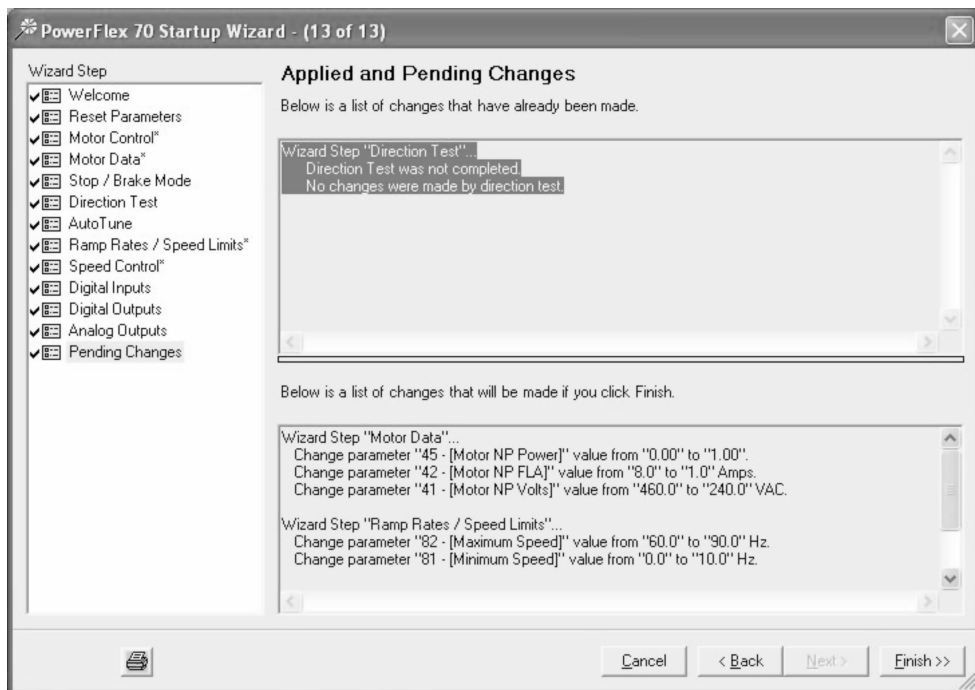

图 25-35 变频器启动向导
32. 执行 PowerFlex 70 EC 启动向导的第 13 步操作, 如图 25-35 所示。所有已应用更改和未决更改都会列出。